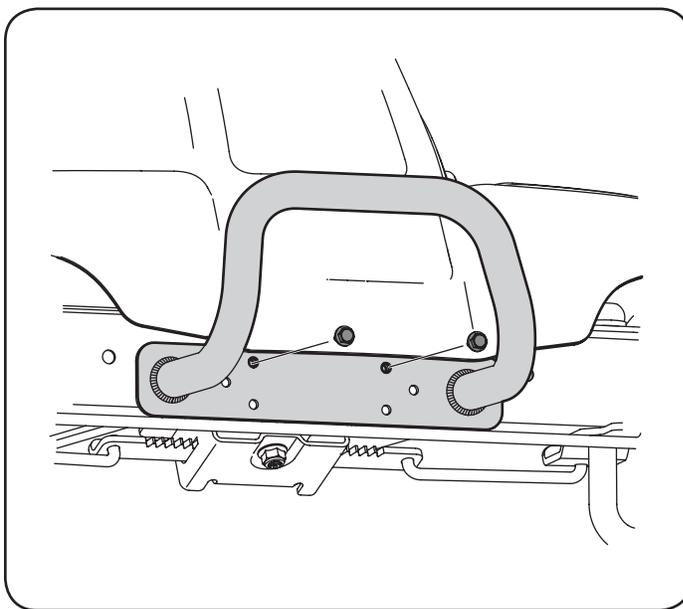

Figure 11
**Remarque :** Sur certains tracteurs, des pare-chocs sont déjà installés. Dans le cas où l'ensacheuse est retirée, le pare-chocs peut être conservé pour une utilisation ultérieure. Consultez la Figure 11.